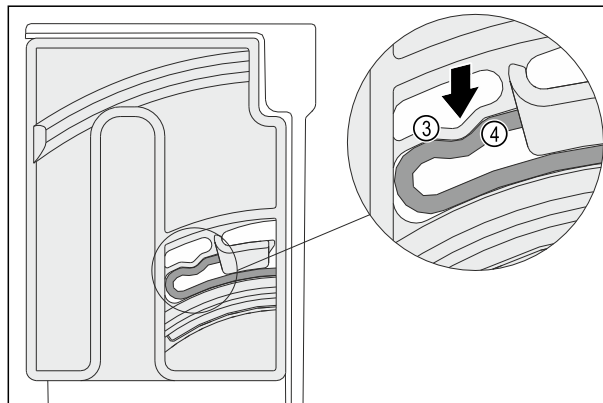

Fig. 117
- ▶ Element elastyczny Fig. 117 (3) pokrętła zatrzaskuje się słyszalnie na zaokrągleniu krawędzi Fig. 117 (4).